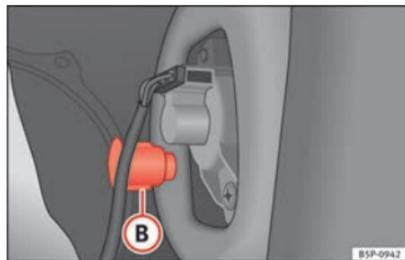

Fig. 191 Feux de position/feux stop.
- Dévissez la pièce en plastique ⇒ fig. 191 **B** qui fixe le feu. Pour commencer à la dévisser, il peut être nécessaire d'insérer un tournevis dans cette pièce.